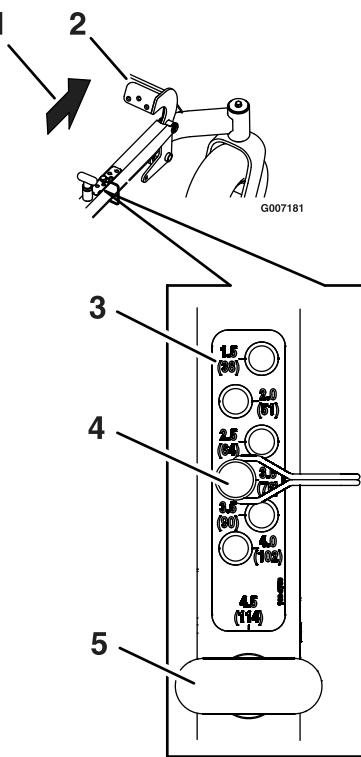

Figure 16
1. Relevez le tablier à la position de transport (hauteur de coupe 114 mm (4,5")) en poussant le levier au pied vers l'avant (Figure 16). La goupille de transport rappelée par ressort s'engage automatiquement et s'enclenche en place.